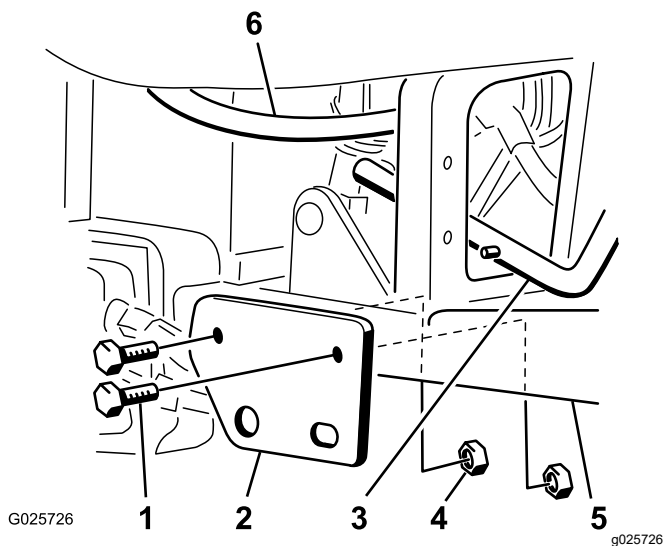

图 2
5. 使用 2 个螺栓 1/2 x 3-1/4 英寸和薄锁紧螺母 1/2 英寸将松土耙升降手柄总成的安装支架安装到右脚踏板管道上如图 2 所示。
注意 液压管线和升降手柄总成之间必须至少有3毫米1/8英寸的间隙。根据需要轻轻放置液压管线图2。